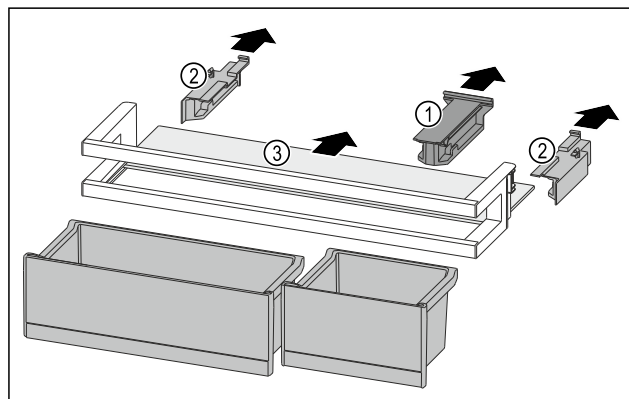

Fig. 222
- ▶ Držák Fig. 222 (1) stáhněte.
- ▶ Boční díly Fig. 222 (2) stáhněte.
- ▶ Odkládací plochu Fig. 222 (3) odeberte.